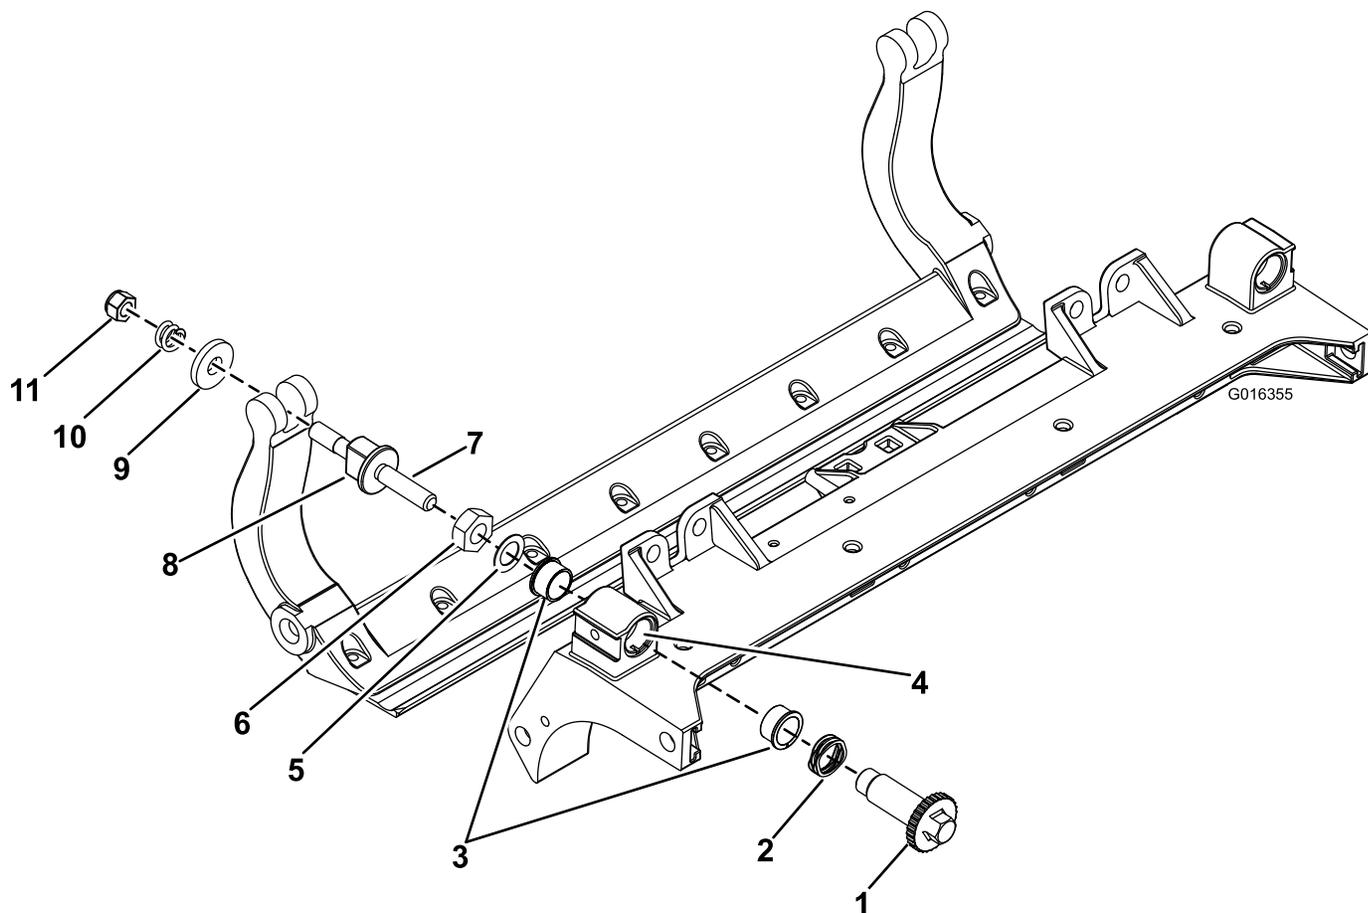

图33
1. 拆除所有零件请参阅 HD DPA 套件型号 120-7230 安装说明和图33。
2. 将防粘剂涂抹到滚刀组中心滚刀组框架图33的轴套区内侧。
3. 将凸缘轴套上的键与机架的槽对准然后安装轴套图33。
4. 将一个波形垫圈安装到调节器轴上然后将调节器轴滑入滚刀组机架中的凸缘轴套内图33。
5. 用扁平垫圈和锁紧螺母固定调节器轴图33。上紧锁紧螺母扭矩至 2027N·m。
- B. 在两个尼龙垫圈的外侧各放一个钢垫圈图33。